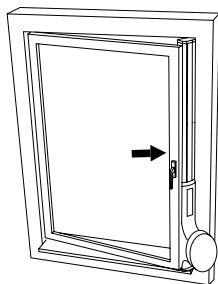

Рис. 9
2. Поместите оконный переходник-слайдер на окно. Отрегулируйте длину оконного переходника-слайдера в соответствии с высотой окна (рисунок 9).